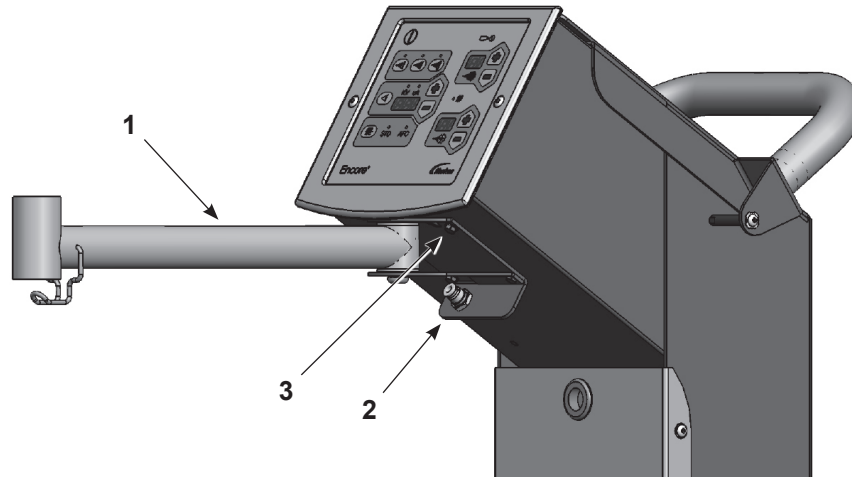

Figura 3-5 Instalación del brazo de aspiración
2. Ver la Figura 3-5. Instalar el brazo de aspiración tal y como se muestra, utilizando cuatro tornillos M5 x 10 con arandelas integrales (3).